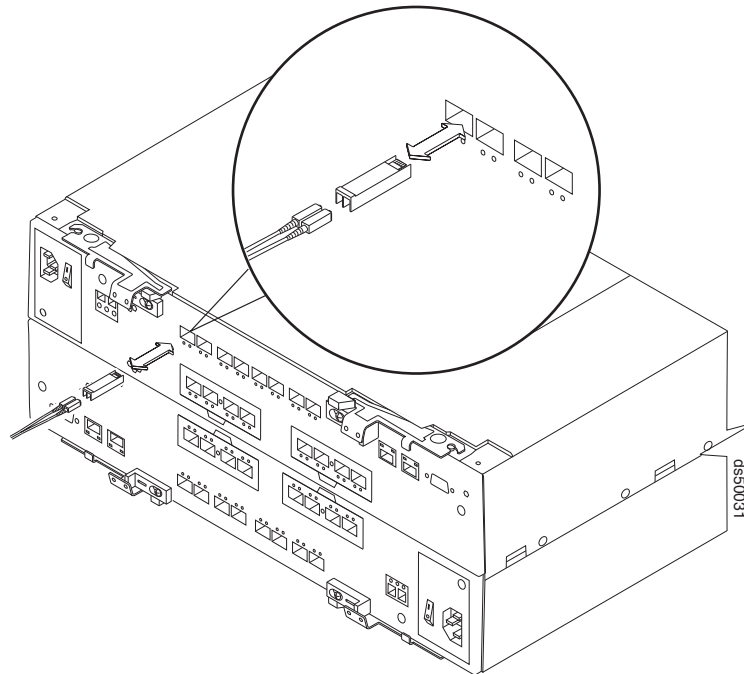

図 138. SFP または SFP+ モジュールの交換
6. インターフェース・ケーブルを SFP モジュールから切り離します。(249 ページの図 138 に、SFP モジュール、インターフェース・ケーブル、およびコントローラーの背面を示します。)
5. インターフェース・ケーブルを SFP+ モジュールから切り離します。(249 ページの図 138 に、SFP+ モジュール、インターフェース・ケーブル、およびコン トローラーの背面を示します。)